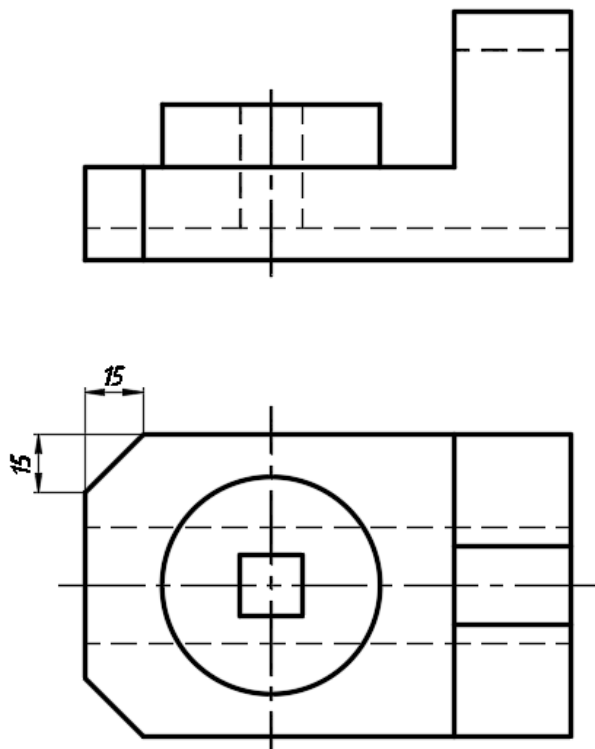
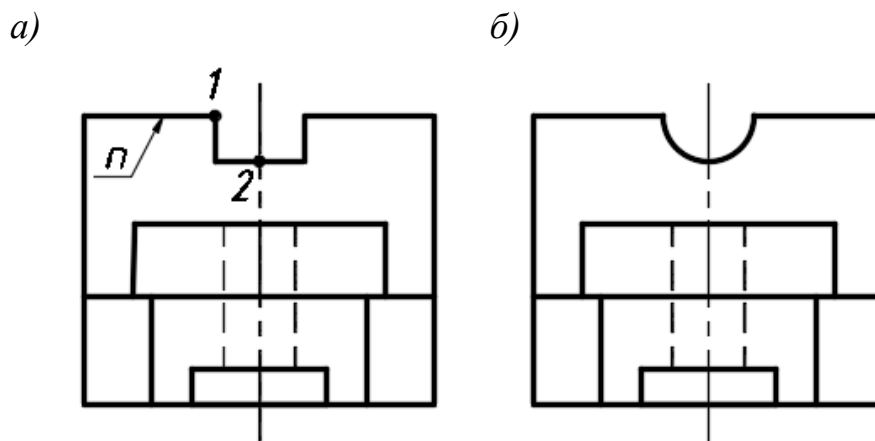

Рис. 4.11
Рис. 4.12
б) Повторить команду **РАСТЯНУТЬ** для растягивания полилинии **L** в другую сторону (рис. 4.11).
г) С помощью команды **СТЕРЕТЬ** удалить окружность верхнего основания бывшей конической бобышки на виде сверху (рис. 4.11).
а) Снять фаску с закругленных вершин полилинии на виде сверху детали с помощью команды **ФАСКА** (рис. 4.11).
б) С помощью команды **ПОЛИЛИНИЯ** вычертить вертикальные линии для ребер фаски на главном виде (рис. 4.11) и на виде слева (рис. 4.12).
а) Удалить участки полилиний **п** между точками (1) и (2) на виде слева с помощью команды **РАЗОРВАТЬ** (рис. 4.12, а).